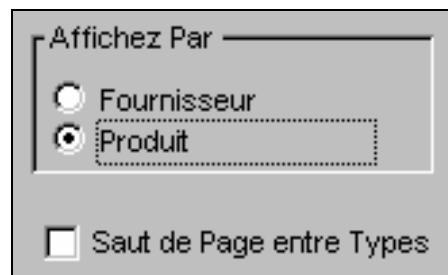

Figure 7-6 — Afficher les options
3. Cliquez sur le champ Produits dans le domaine Afficher Par de l'écran du rapport du Sommaire d'Envois (voir Figure 7-6) afin de créer un rapport regroupé par produit.